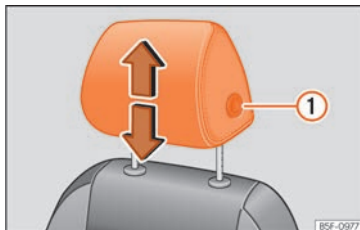
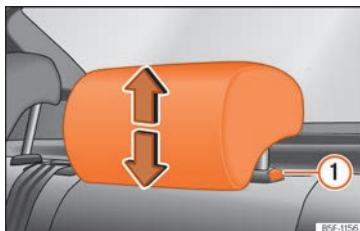

Fig. 108 Banco dianteiro: ajuste do encosto de cabeça.
Fig. 109 Encostos de cabeça traseiros: ajuste do encosto de cabeça.
nando o botão lateral ① »» Fig. 108 »» Fig. 109.
- Pressione o botão lateral »» Fig. 108 ① e retire o encosto de cabeça.